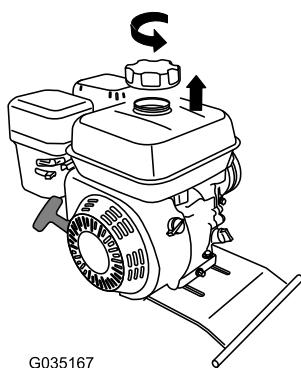

Figure 53
2. Dévissez le bouchon de carburant en le tournant dans le sens antihoraire (Figure 53).